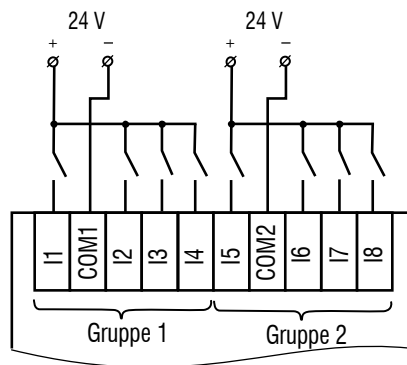

Abb. 5.2 Anschluss der Schaltkontakte
- Für die Anschlussvarianten der Ein-/Ausgänge siehe Abb. 5.2 – 5.14.